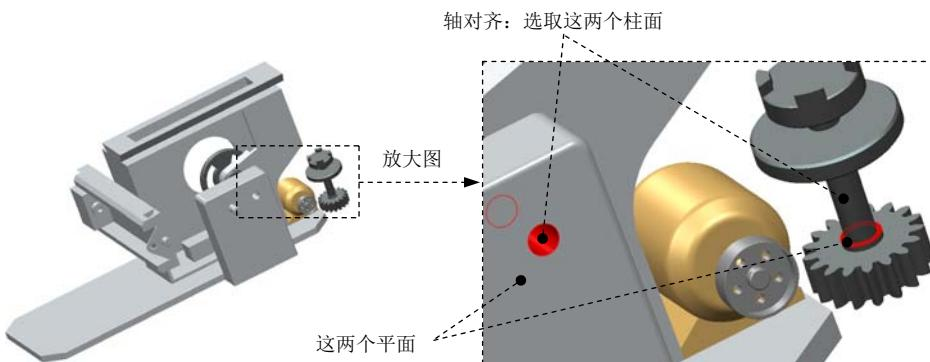
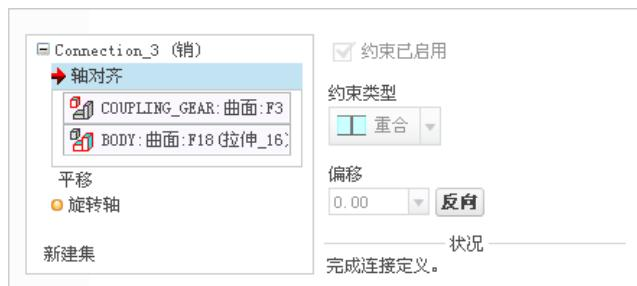

图 9.6.24 创建销 (Pin) 连接
图 9.6.25 定义“轴对齐”约束
Step7. 引入元件 COUPLING_GEAR.prt，并将其调整到图 9.6.24 所示的位置。
(1) 在“元件放置”操控板的机械连接约束列表中选择 销 选项。
(2) 定义“轴对齐”约束。单击操控板中的 **放置** 按钮，分别选取图 9.6.24 中的两个柱面为“轴对齐”约束参考，如图 9.6.25 所示。
(3) 定义“平移”约束。分别选取图 9.6.24 中的两个平面为“平移”约束的参考，如图 9.6.26 所示。